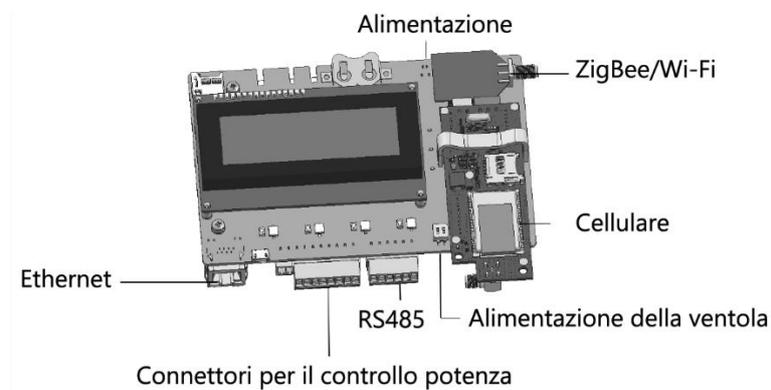

Figura 3: Connettori sulla scheda di comunicazione (prima della sostituzione)
1. Scollegare con cura i seguenti connettori (vedere la *Figura 3*) dalla scheda di comunicazione: